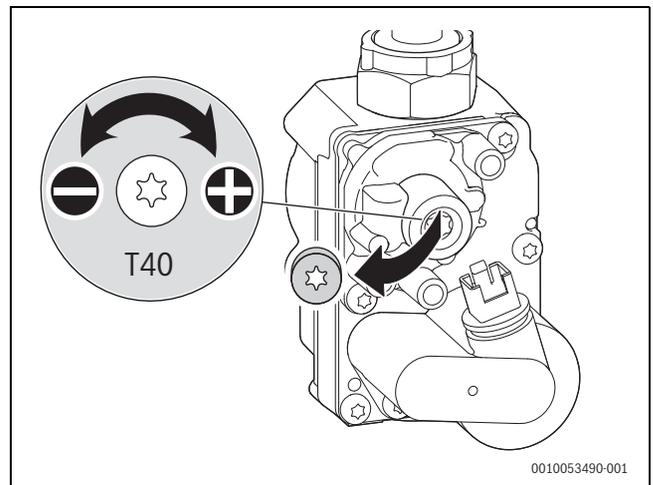

Bild 68 CO2- oder O2-Gehalt einstellen
- ▶ Plombe an der Einstellschraube der Gasarmatur entfernen (nur bei der unteren Gasarmatur in Bild 68) und CO2- oder O2-Gehalt für minimale Nennwärmeleistung einstellen.